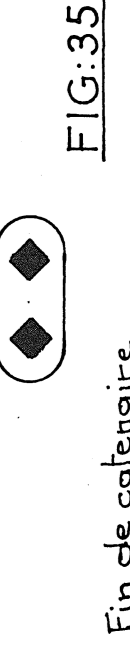

FIG:35
4) un autre superdétail est le signal de fin de caténaire qui sera placé horizontalement avant l'isolateur et le fil allant à un tendeur. C'est un signal impératif. (fig. 35)